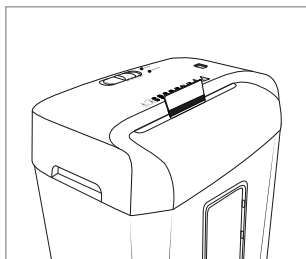

Fig. 3
- ▶ Éliminez régulièrement les résidus éventuels dans les lames avec un objet approprié (par exemple brosse ou pincette). Assurez-vous que la fiche secteur ① soit débranchée.
- ◆ Introduisez la carte de crédit par le haut et centrée dans la fente de coupe **8** (voir fig. 3) et poussez l'interrupteur *REV/OFF/AUTO/FWD* **2** en position *FWD* ("forward" [anglais] = en avant).